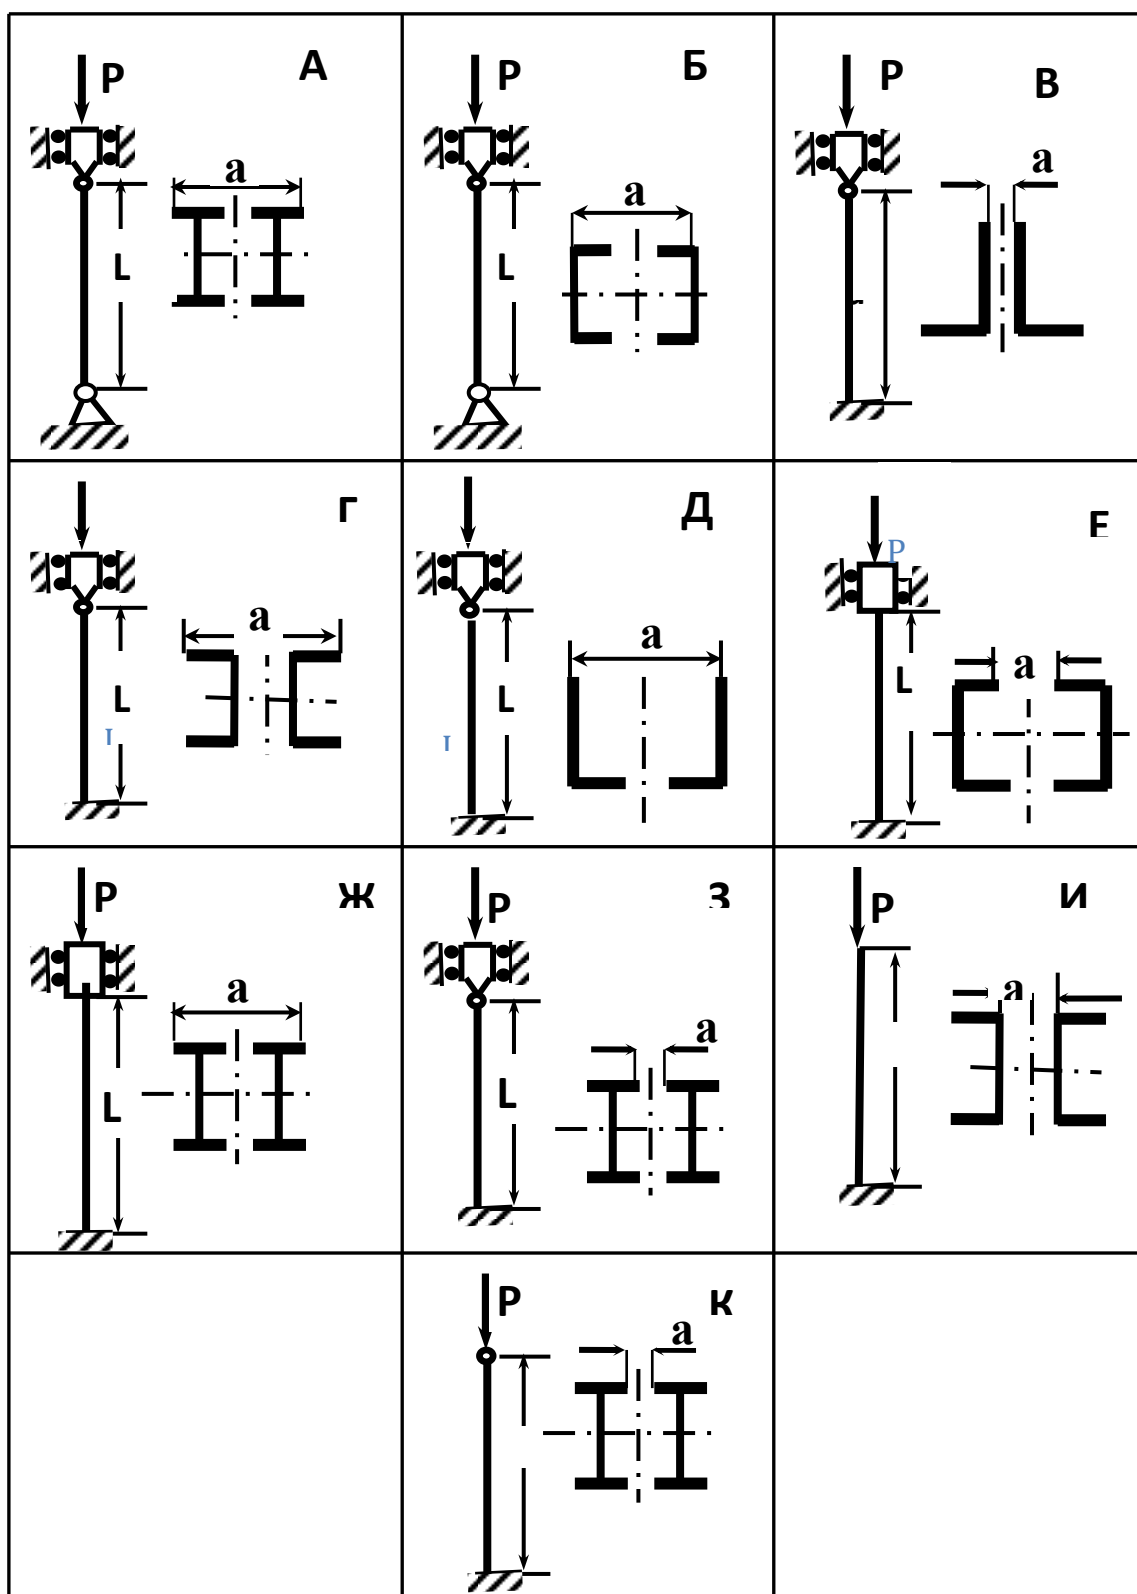

Рис.15
- 1) подобрать номер профиля для составной колонны (рис.15);